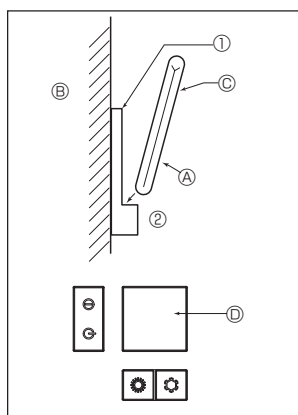
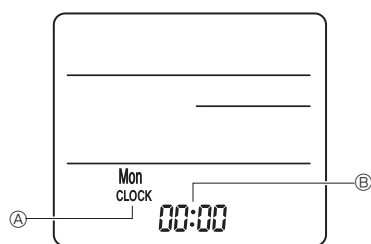

Fig. 7-7
Fig. 7-8
2) Método de instalación (Fig. 7-7)
- ① Fije el soporte del mando a distancia en el lugar deseado con 2 tornillos roscados.
- ② Coloque el extremo inferior del mando en el soporte.
① Mando a distancia ② Pared ③ Panel de visualización ④ Receptor
3) Configuración (Ajuste del reloj) (Fig. 7-8)